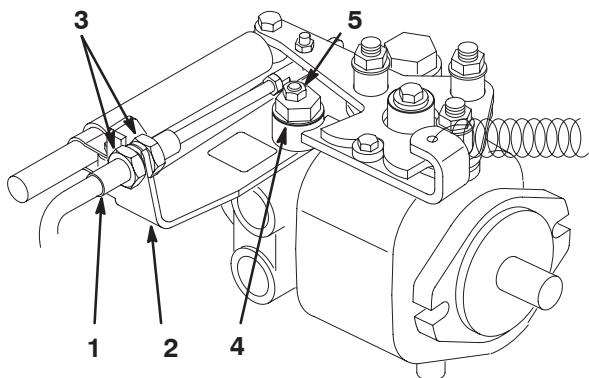

Bild 52
- A. Lösen Sie beide Klemmmuttern, mit denen der Fahrantrebs-Bowdenzug an der Trennwand am Hydrostat befestigt ist (Bild 52). Achten Sie darauf, dass die Klemmmuttern gleichmäßig gelockert sind und eine ausreichende Einstellung ermöglichen.
- B. Lösen Sie die Mutter, mit der der Exzenter oben am Hydrostat befestigt ist (Bild 52).
- D. Drehen Sie den Exzenter, bis kein Kriechen in jeder Richtung auftritt. Ziehen Sie, wenn sich das Rad nicht mehr dreht, die Schraube fest, um den Exzenter und die Einstellung zu arretieren (Bild 52). Überprüfen Sie die Einstellung mit dem Gasbedienungshebel auf „Langsam“ und auf „Schnell“.
- E. Ziehen Sie die Sicherungsmuttern, mit denen das Antriebs-Bowdenzug an der Trennwand befestigt ist, **gleichmäßig** von der Innenseite der Trennwand fest (Bild 52). Verdrehen Sie nicht den Bowdenzug.